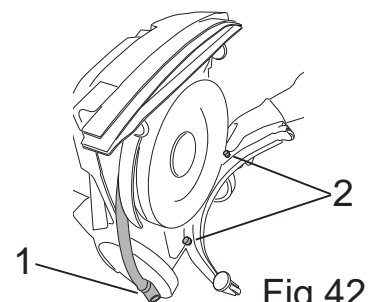

Fig.42
- Maak de zuigslang van het zuigrubber los (Fig.42-Ref.1).
- Draai de knoppen los (Fig.42-Ref.2).